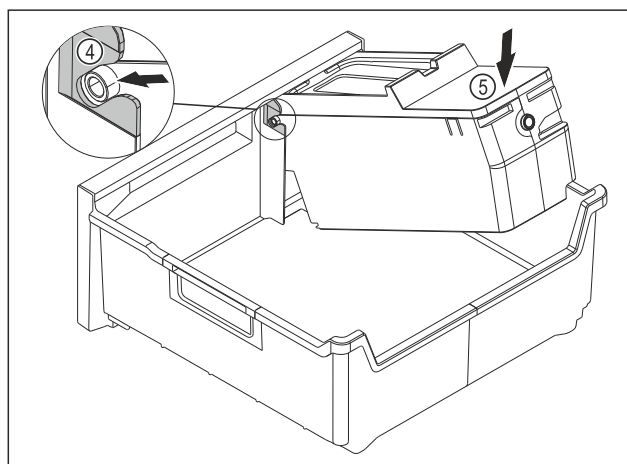

Fig. 176
- ▶ Montáž korpusu EasyTwist-Ice: Osy korpusu EasyTwist-Ice zasuňte do vedení Fig. 176 (4).
- ▶ Stlačte korpus EasyTwist-Ice Fig. 176 (5) vzadu dolů.